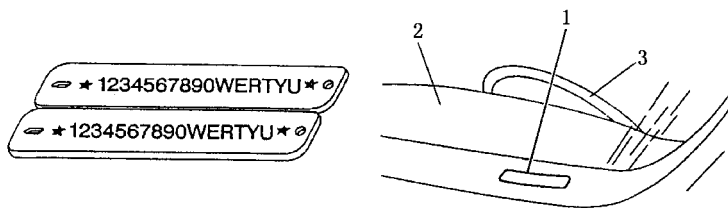

图2 汽车识别码及其安装位置
① 购买或初驾 EFI 类型的轿车时,要仔细查看转向盘前处风挡玻璃下方的汽车识别码(图2)是否与说明书相符合。
② 熟读使用说明书,掌握各仪表、变速器等的使用、维护方法。
③ 了解 ECU 在车上所在的位置,洗车时千万不要将其淋湿,搬运物品或修其他部件时不要碰撞到 ECU。